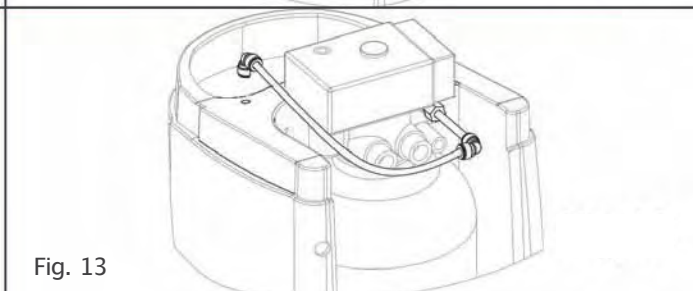

Fig. 13
- D: Conecte el otro extremo del tubo en el codo que sale de la sonda de aspiración. (Fig. 13)